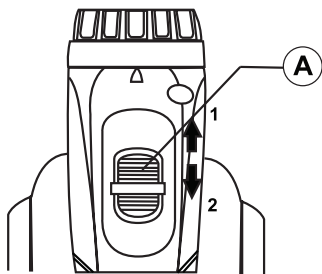

Рисунок 4. Схема перемикання діапазонів швидкостей.
За допомогою механічного перемикача можна встановити один із двох діапазонів швидкостей роботи. Перемикання передач здійснюється через переміщення повзунка механічного перемикача (А, рис. 4) до упору в положення 1 – низька швидкість: 0...350 об/хв, або до упору в положення 2 – висока швидкість: 0...1350 об/хв.
5. Повзунок механічного перемикача діапазонів швидкостей (А, рис. 4) перевести в положення швидкості обертання в межах 0...350 об/хв.